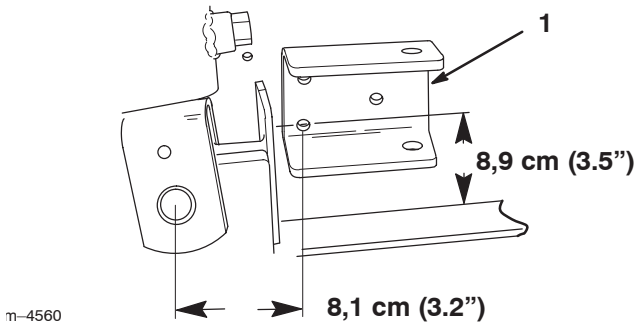

Abbildung 4
4. Die seitliche Trägerstange wie in Abbildung 4 gezeigt ausrichten und die Mittelpunkte der drei Löcher markieren (u. U. muss die Position der Trägerstange etwas korrigiert werden, damit Trägerstange und Rückwand keine Schweißpunkte an der Zugmaschine beeinträchtigen).